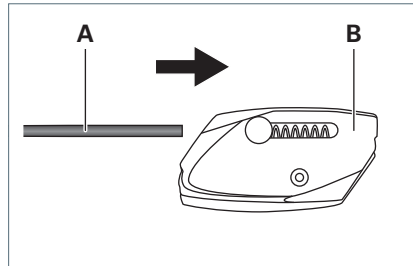

Fig. 2: Drahtseilhalter an Drahtseil befestigen.
- ▶ Führen Sie das Drahtseil **A** durch die erste Öse des Drahtseilhalters **B**, siehe Fig. 2.